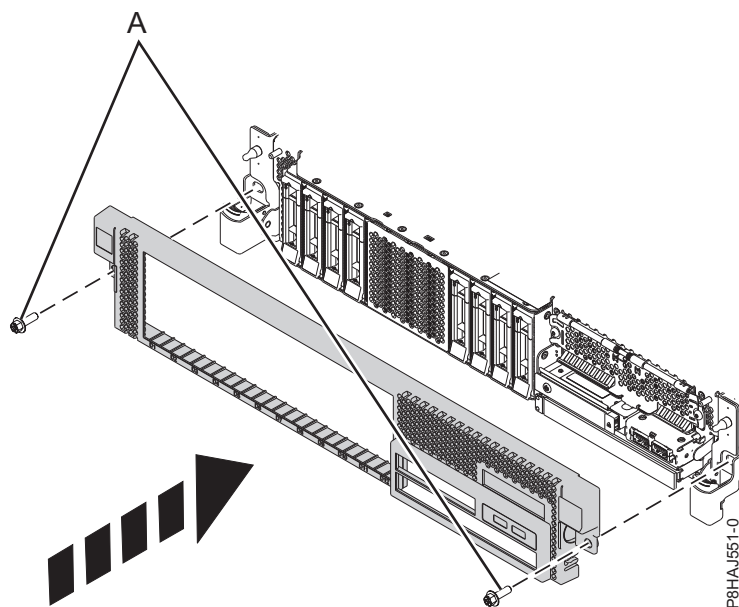

Figura 55. Instalando a Tampa Frontal
3. Feche as travas de liberação, empurrando na direção mostrada na Figura 55 na página 69. A tampa se encaixa no lugar e possui uma indentação pela qual é possível segurá-la mais facilmente.
4. Substitua os parafusos de remessa (A).